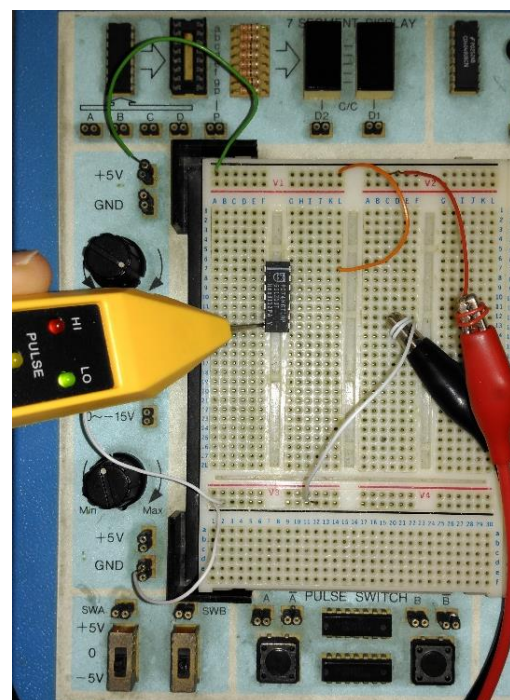

Fig. 3 - Ponta de prova.
- Alimente a ponta de prova (crocodilo vermelho a Vcc e crocodilo preto a ground) e verifique se a alimentação está correta, encostando a ponta de prova no pin adequado do integrado (neste caso os pins 7 e 14). O led LO da ponta de prova deve acender no pin 7 e o led HI deve acender no pin 14 (Fig. 3).